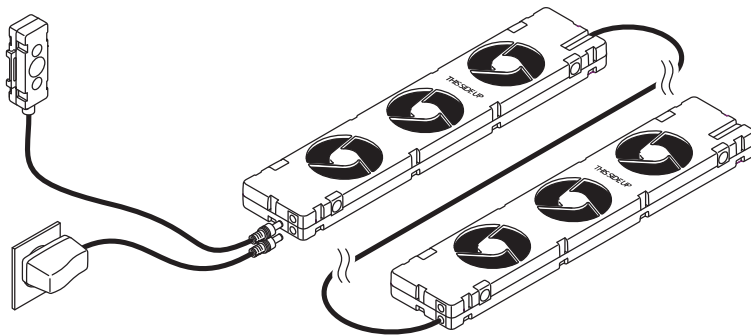

Abb. 4 - Verbinden weiterer SpeedComfort-Geräte (B1).
6. Bei langen Heizkörpern verbinden Sie zusätzliche **SpeedComfort**-Geräte (B1) mithilfe des **30 cm Anschlusskabels** (B2) (siehe Abb. 4). Es können mehrere **SpeedComfort**-Geräte (B1) (bis zu 20) mit einem **Netzadapter** (A1) verbunden werden. Zusätzliche **Temperaturfühler** (A2) sind nicht erforderlich.